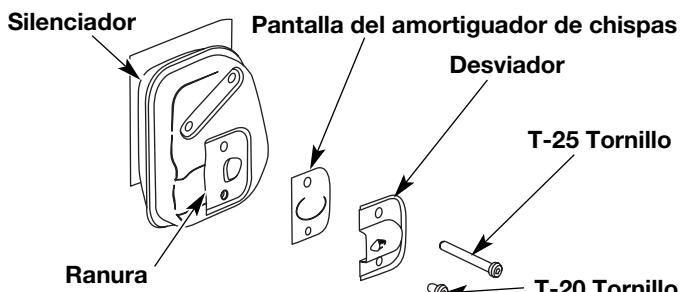

Fig. 32
2. Con un destornillador de vástago plano o broca Torx T20 y Torx T25, saque el tornillo que conecta la cubierta del amortiguador de chispas al silenciador (Fig. 32).